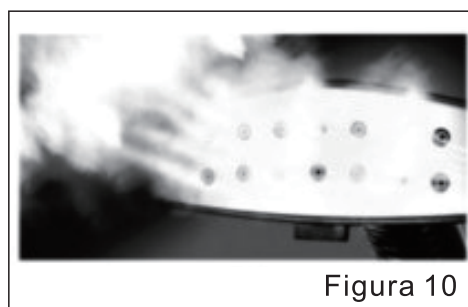

Figura 10
- ⑨ Rodar o interruptor uma vez e o indicador está ligado, o que significa que a máquina está a funcionar corretamente. Após 43 segundos, o bocal da mangueira de vapor irrompe vapor, que pode ser utilizado para engomar roupa, como mostra a Figura 10.